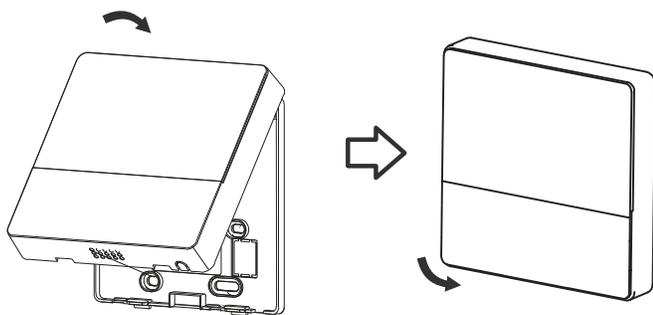

Fig 3-13
- Après avoir ajusté le boîtier supérieur, puis bouclé le boîtier supérieur, évitez de serrer le câblage pendant l'installation. (Fig 3-13)